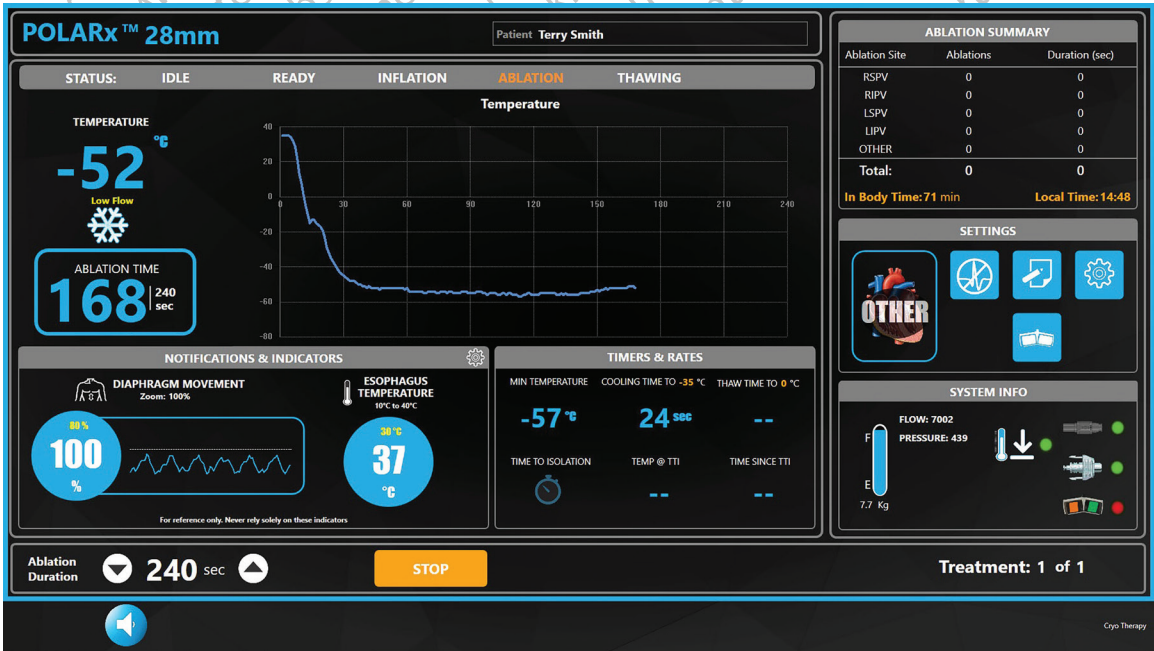

Abbildung 18. Low Flow (Niedriger Fluss) ist aktiviert
- Die Schaltfläche Low Flow (Niedriger Fluss) drücken, um den Durchfluss zum Katheter auf Wunsch um 10 % zu reduzieren. Wenn Low Flow (Niedriger Fluss) aktiviert ist, erscheint die Anzeige **Low Flow** (Niedriger Fluss) unterhalb der Ballontemperatur (**TEMPERATURE**) und die Taste Low Flow (Niedriger Fluss) wird ausgeblendet (siehe Abbildung 18).